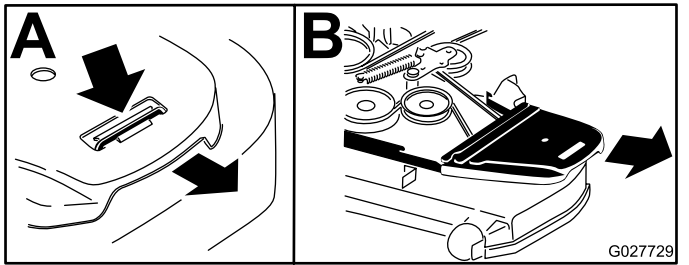

Figure 82
4. Retirez les couvercles de courroie (Figure 82).